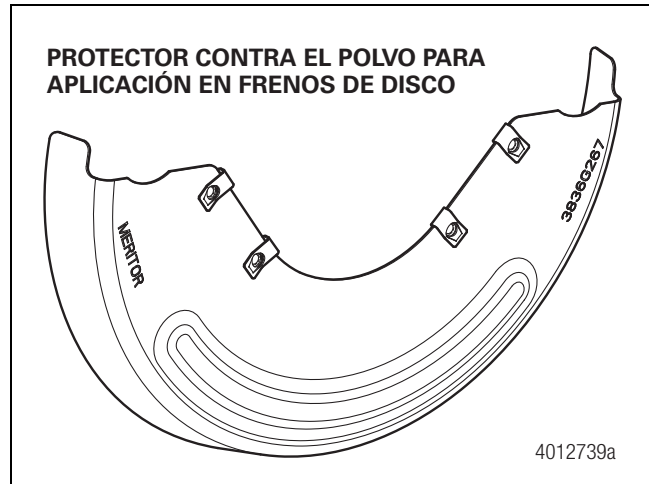

Figura 12.19
6. En el caso de los frenos neumáticos de disco en semirremolques Meritor en producción con protectores contra el polvo de una sola pieza, el protector contra el polvo ayuda a evitar que el rotor entre en contacto directamente con partículas extrañas. El protector contra el polvo está diseñado para ser usado con o sin equipo de ABS. Figura 12.19.